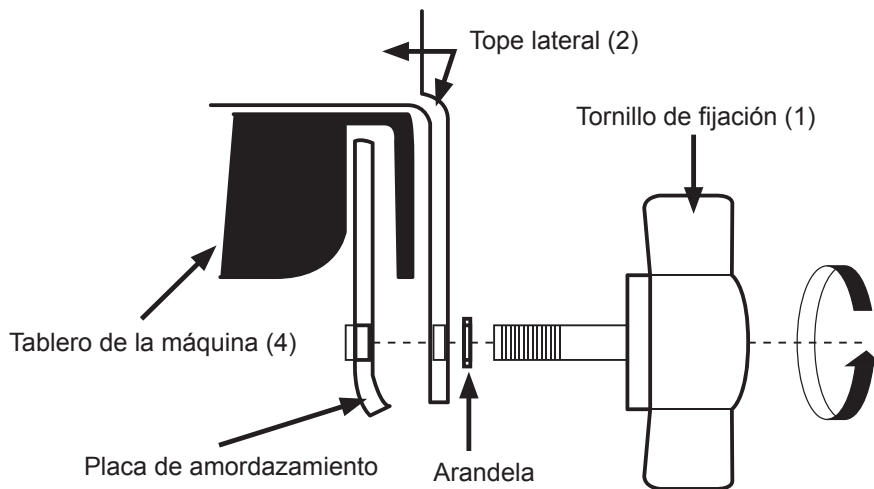

Imagen 10
Monte el tope lateral (2) como muestra la imagen 10, por el lado apropiado del disco de corte para la tarea que vaya a realizar. Las placas de amordazamiento internas deben fijarse exactamente como se muestra en la imagen (preste atención a posibles torceduras).